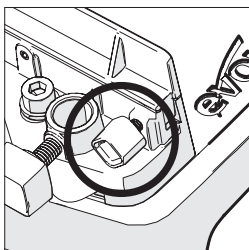

Fig. 5
- Afloje el tornillo de mariposa. (Fig. 5).